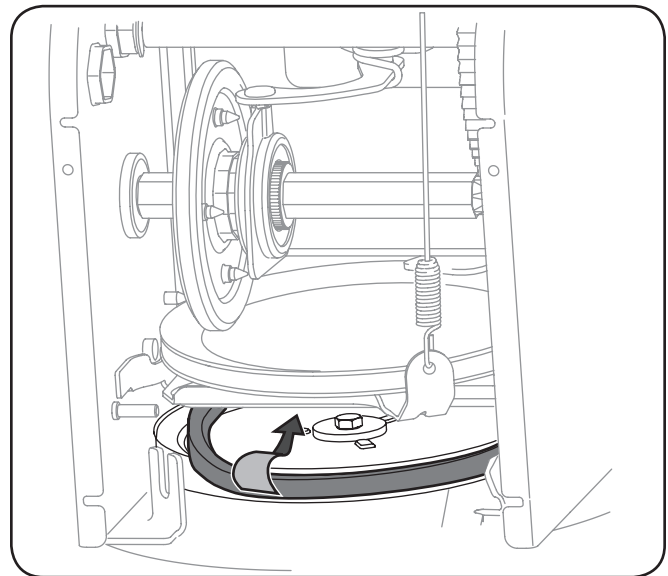

Figure 7-6
8. Enlevez la courroie de la poulie de tarière. Faites glisser la courroie entre le support et la poulie de tarière. Voir Figure 7-6.